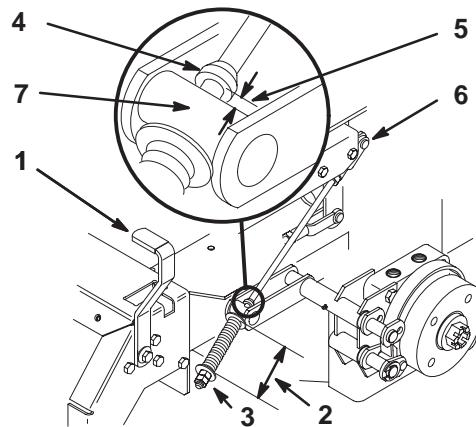

Figure 60
2. Mesurez la longueur du ressort. Les rondelles doivent être distantes de 70 mm (2-3/4 pouces) (Fig. 60).
3. Si un réglage est requis, desserrez l'écrou de blocage situé sous le ressort et serrez l'écrou directement au-dessous de la chape (Fig. 60). Vissez l'écrou jusqu'à ce que le ressort ait la longueur voulue. Serrez les deux écrous ensemble et répétez la procédure de l'autre côté de la machine.
6. Mesurez la distance entre le galet de tourillon et le collier sur la tige de frein. Elle doit être comprise entre 5 et 7 mm (3/16 et 1/4 pouce) (Fig. 60).
7. Si un réglage est requis, desserrez l'écrou de blocage situé juste au-dessous de la chape. Tournez les écrous de réglage inférieurs jusqu'à obtention de l'écart voulu (Fig. 60). Serrez l'écrou de blocage sur la chape.